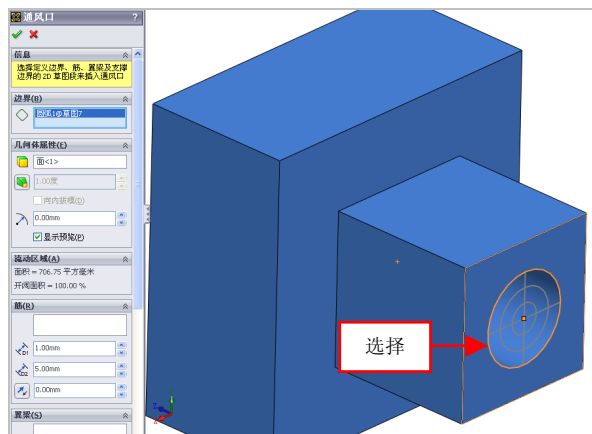

图 9-37 选择最大圆为边界参照
(3) 弹出【通风口】属性管理器，选择草图中的最大圆为边界参照，如图 9-37 所示。